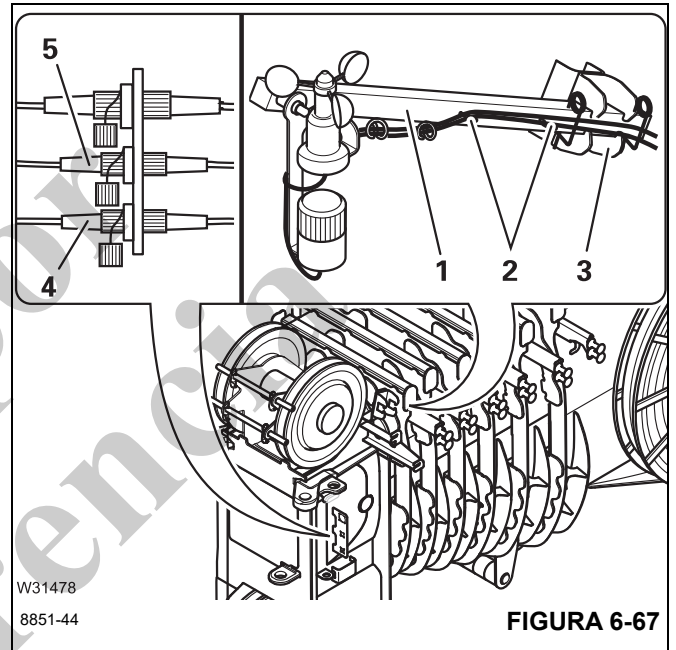

FIGURA 6-67
- Inserte la varilla (1), (Figura 6-67), en el sujetador (3) y asegúrelo con las pinzas de retención.
- Retire el cable de los sujetadores (2), (Figura 6-67), y conecte:
- El anemómetro al receptáculo (4), (Figura 6-67).
- La luz indicadora de posición de la pluma al receptáculo (5), (Figura 6-67).